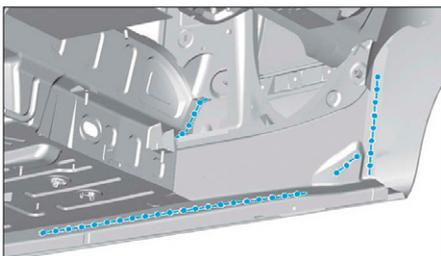

FIG. 217
- Préparer les bords d'accostage et les protéger par un apprêt soudable (Fig.217), (Fig.218) et (Fig.219).